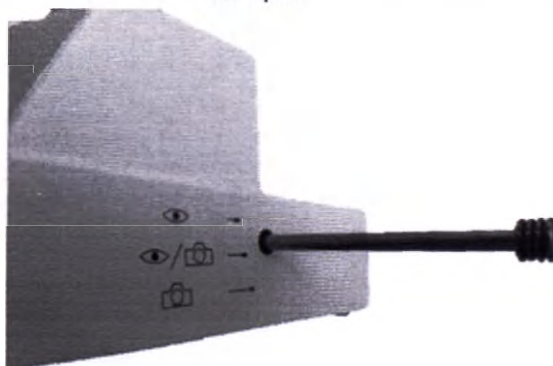

Рисунок 35 - Правая ручка светоделителя: весь свет поступает в порт камеры
- 3) 0/100 – весь свет поступает в порт камеры (Рисунок 35).